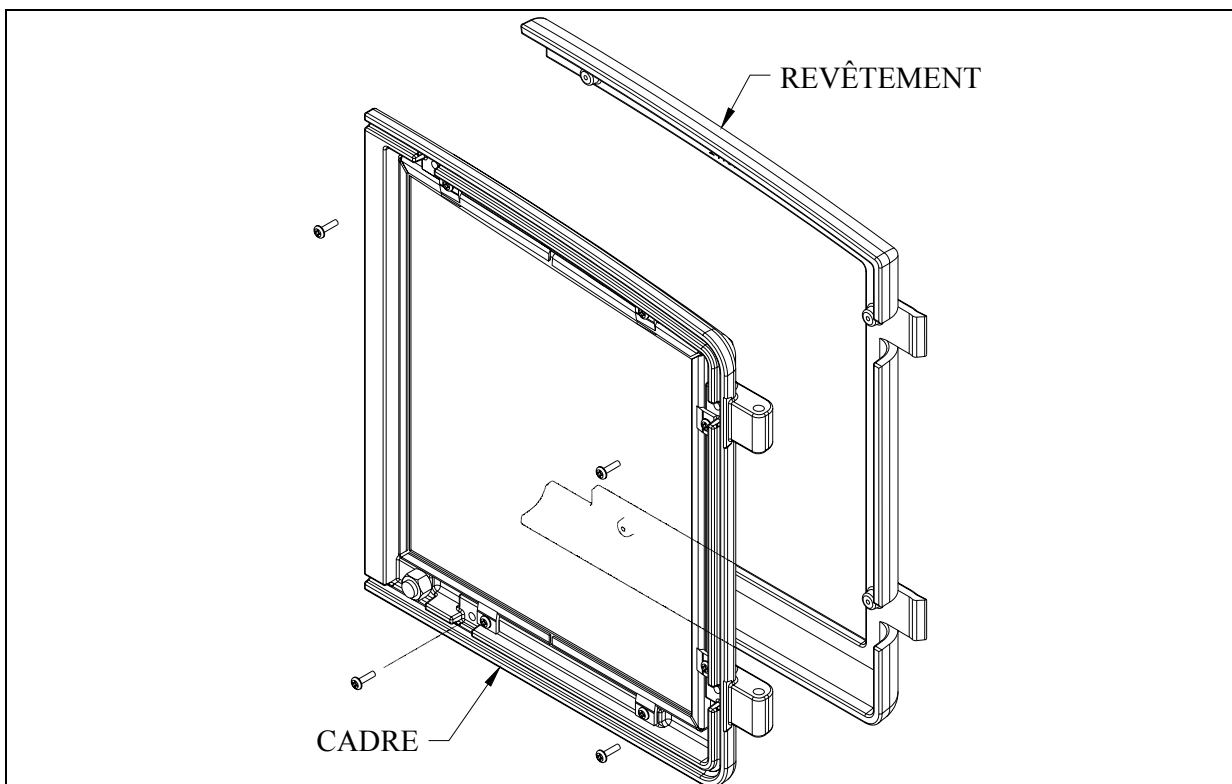

Figure 21
6. La cheminée doit dépasser d'au moins 3 pieds (1 m) au-dessus de son point de sortie du toit et d'au moins 2 pieds (0,6 m) tout mur, toit ou édifice situé à moins de 10 pieds. (3 m) (Figure 21).